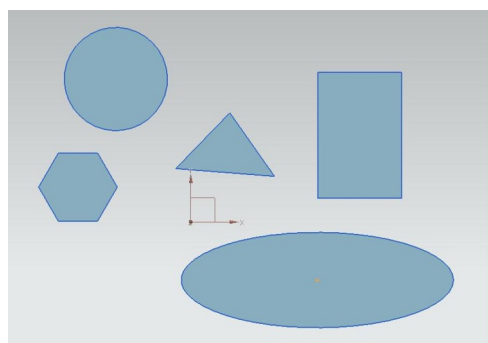
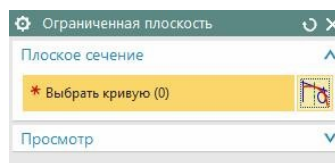

Рис.17
рис.18
- Достаточно лишь нарисовать в *рабочей плоскости* любую **плоскую фигуру** (рис.17), затем вызвать указанную команду (рис.5), и в диалоговом окне (рис.18) по отдельности перечислить все стороны каждой из фигур. В результате вы построите многочисленные фигурные фрагменты **плоскости**!